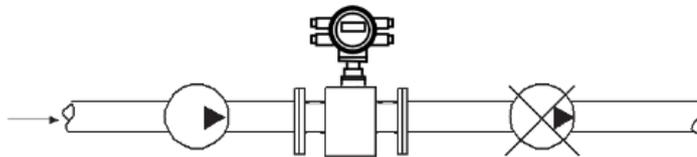

图 15
4. 不能在泵的抽吸侧安装电磁流量计，防止真空产生的负压 如图 15